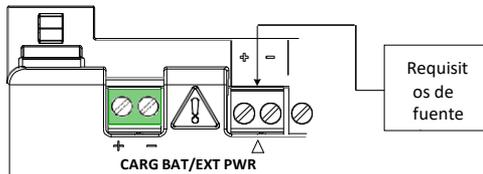

Figura 10: Conexión de fuente de alimentación externa
2. Conecte el cable de la fuente de alimentación externa a las terminales CARGADOR/EXT PWR conforme a la Figura 10. Observe polaridad (+ y -).